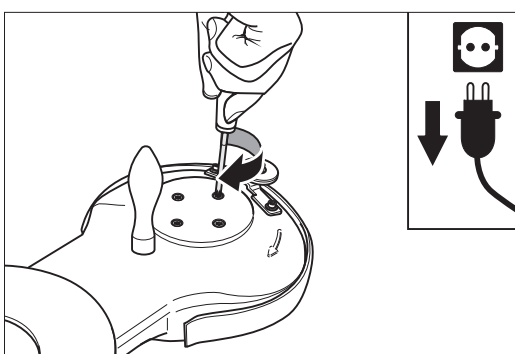

Abb. 75: Festschrauben der Schleiftellerlagerung mit den Senkschrauben.
- 20 Drehen Sie die Senkschrauben am Vorsatz in die Schleiftellerlagerung (Abb. 75). Achten Sie auf korrekten, zentrierten Sitz der Lagerung im Vorsatz. Ziehen Sie nun die Senkschrauben gut an.